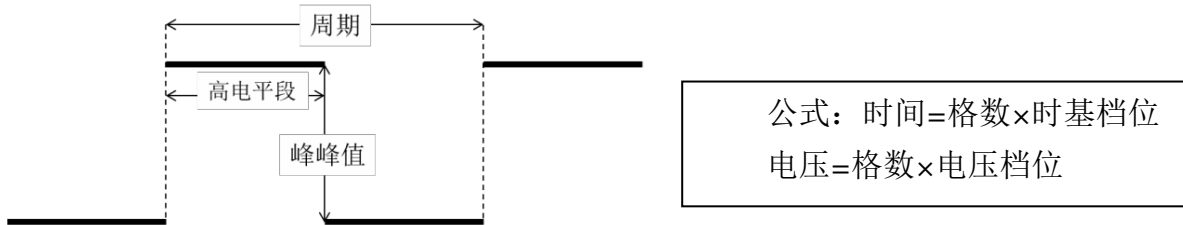

图 3：方波信号
② **屏幕估读-利用屏幕刻度进行测量：**示波器屏幕读数要求：估读到最小分度格的下一位，采用五分之一估读，估读精度为 0.04DIV，读取的格数应为 0.04 的整数倍。调节水平和垂直两个方向的“**SCALE**”和“**POSITION**”旋钮，使得一个周期的信号尽量占满屏幕。示意图见图 3。